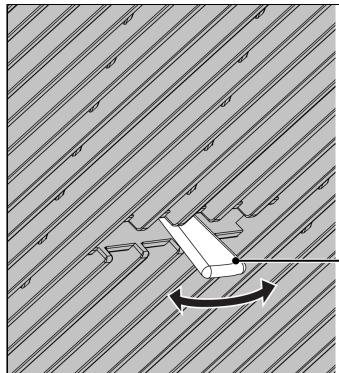

Abbildung 49.
2. Passen Sie die Lamellen an, indem Sie den Griff nach links/rechts bewegen (Abbildung 49, Pos. 1), um die Windrichtung zu ändern.